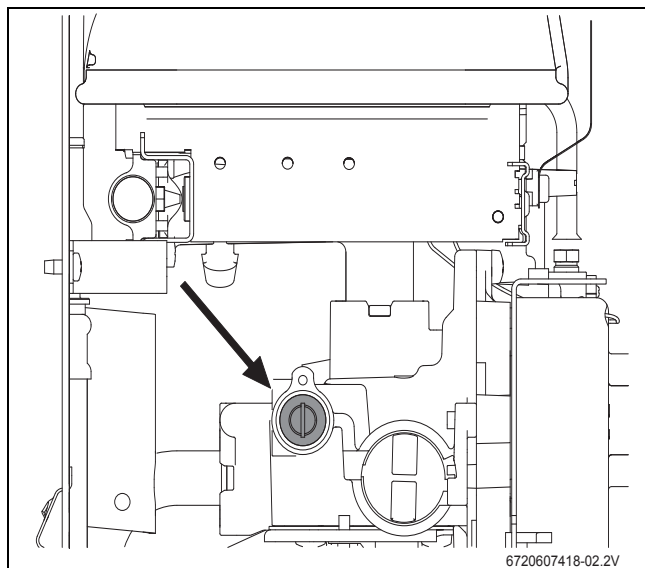

Fig. 15 Vis de réglage du débit maximal du gaz
- Retirer le joint de la vis de réglage (→ fig. 15).
- A l'aide de la vis de réglage (→ fig. 15), régler la pression jusqu'à ce que les valeurs indiquées dans le tableau 7 soient obtenues.